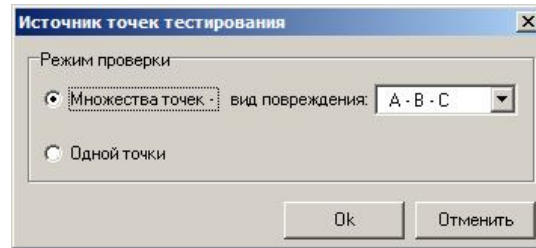

Рис. 4.19. Окно выбора источника точек тестирования
- кнопка "Копия из" позволяет копировать раньше созданные точки тестирования в других режимах. Выбор режима из которого происходит копирование точек осуществляется в диалоговом окне (рис. 4.19) появляющемся на экране ПК после нажатия этой кнопки;